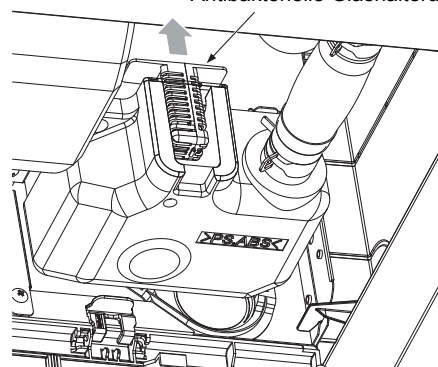

Abb. 3
- 3** Entfernen Sie die antibakterielle Glashalterung, die im Inneren des Kondensatpumpen-Bausatzes aufgehängt ist durch die Öffnung oben. (Siehe Abbildung 3)